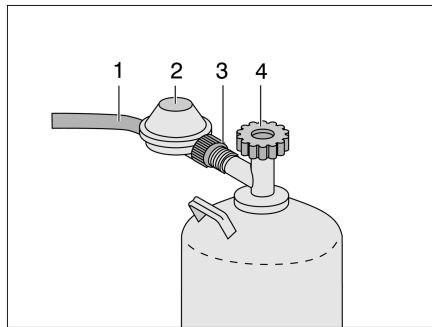

Fig. 229 Conexión de la bombonas de gas
- Cerrar la llave de paso principal (Fig. 229,4) de la bombona de gas. Observar el sentido de la flecha.
- Retener el regulador de presión de gas (Fig. 229,2) y abrir la tuerca moleteada (Fig. 229,3) (rosca a la izquierda).
- Retirar el regulador de presión de gas con la goma del gas (Fig. 229,1) de la bombona de gas.
- Acoplar el regulador de presión de gas (Fig. 229,2) con goma del gas (Fig. 229,1) a la bombona de gas y apretar la tuerca moleteada (Fig. 229,3) con la mano (rosca a la izquierda).